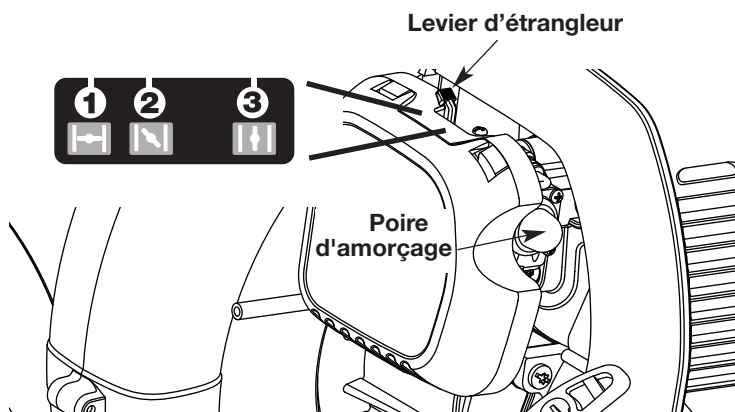
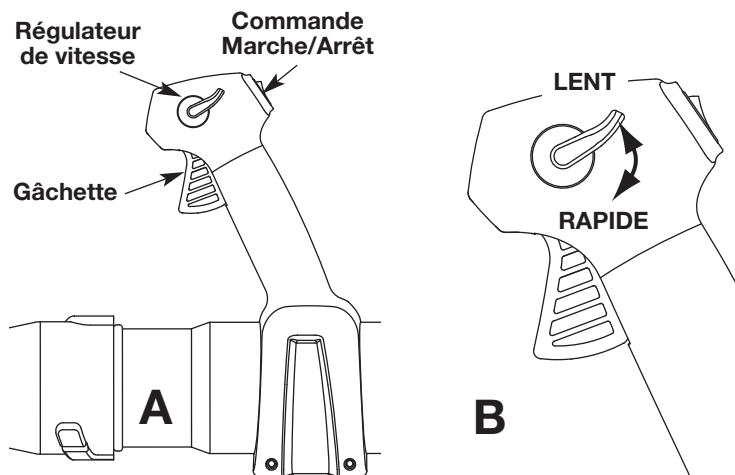
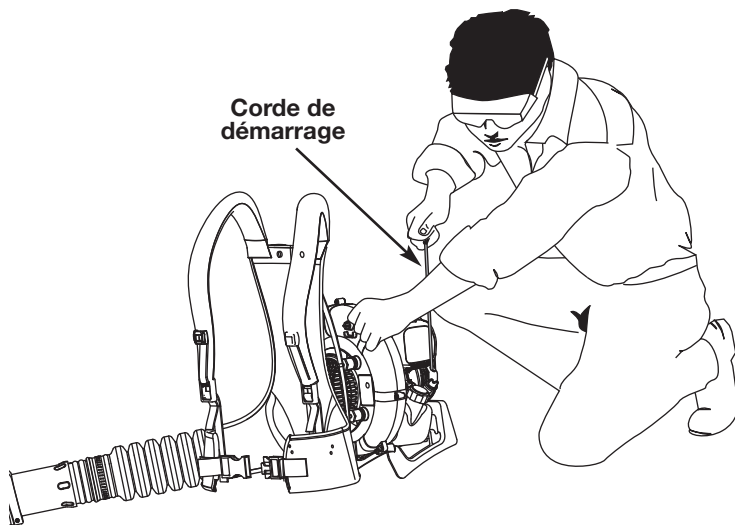

Fig. 14
Fig. 15
Fig. 16
**AVERTISSEMENT :** éviter le démarrage accidentel. Se tenir en position de démarrage pour lancer le moteur (Fig. 16). Lors du démarrage, l'opérateur et l'outil doivent être en position d'équilibre afin d'éviter le risque de blessures graves. Afin d'éviter de graves blessures et éviter d'endommager l'appareil, s'assurer que les tubes de soufflage sont bien en place avant d'utiliser l'appareil.
**REMARQUE :** Il n'est pas nécessaire de faire démarrer la machine. La commande démarrage et arrêt est en position démarrage (I) en permanence.
3. Lentement, appuyez **10 fois** de suite sur la poire d'amorce. Une certaine quantité de carburant devrait être visible dans la poire d'amorce (Fig. 14). Si l'essence n'est pas visible dans la poire d'amorce, poussez et relâchez la poire jusqu'à ce que l'essence soit visible.
4. Mettez le levier d'étranglement en **Position 1** (Fig. 14).
**REMARQUE :** L'appareil devrait être démarré au ralenti. Ne pas presser sur la gâchette jusqu'à l'étape 8 (Fig. 15, A).
5. **Ne pas presser sur la gâchette.** Placez-vous en position de démarrage (Fig. 16). Tirez sur la corde du démarreur **5 fois** dans un mouvement contrôlé.
6. Mettez le levier d'étranglement en **Position 2** (Fig. 14)
8. Pincez et maintenez la gâchette, ou appuyez sur la touche control de croisière (Fig. 15, A), et laissez le moteur se réchauffer pendant 30 à 60 secondes.
9. **Continuer à appuyer sur la gâchette.** Déplacez le levier d'étranglement en **Position 3** (Fig. 14) et laissez le moteur se réchauffer encore pendant 60 secondes. Pendant ce temps l'appareil peut être utilisé.
2. Appuyez sur la commande Marche/Arrêt et maintenez-la en position ARRÊT (O) jusqu'à ce que le moteur s'arrête complètement (Fig. 15, A).
1. Dès que le moteur a démarré et qu'il est chaud, actionnez la gâchette pour accélérer l'appareil (Fig. 15, A).
2. Pour des périodes d'utilisation plus longues et pour éviter la fatigue des doigts, poussez le régulateur de vitesse vers la position RAPIDE pour agmenter systématiquement ou maintenir la vitesse du moteur de l'appareil (Fig. 15, B). Lorsque le régulateur de vitesse est poussé, la gâchette s'enfoncera dans la poignée.
3. Pour diminuer la vitesse du moteur, déplacez le régulateur de vitesse vers la position LENT et la gâchette retournera le moteur au ralenti (Fig. 15, B).
**AVERTISSEMENT** : éviter le démarrage accidentel. Se tenir en position de démarrage pour lancer le moteur (Fig. 16). Lors du démarrage, l'opérateur et l'outil doivent être en position d'équilibre afin d'éviter le risque de blessures graves. Afin d'éviter de graves blessures et éviter d'endommager l'appareil, s'assurer que les tubes de soufflage sont bien en place avant d'utiliser l'appareil.
**REMARQUE** : Il n'est pas nécessaire de faire démarrer la machine. La commande démarrage et arrêt est en position démarrage (I) en permanence.
**REMARQUE** : L'appareil devrait être démarré au ralenti. Ne pas presser sur la gâchette jusqu'à l'étape 10 (Fig. 15, A).
5. Placez-vous en position de démarrage (Fig. 16). Insérez le démarreur électrique ou Power Start Bit™ à l'arrière de l'appareil (Fig. 32). Consultez la section « Utiliser le démarreur électrique » du manuel de l'utilisateur du démarreur électrique Electric Starter ou de l'embout de démarreur électrique Power Start Bit™.
6. **Ne pas presser sur la gâchette.** Maintenez enfoncé pendant deux secondes le bouton de démarrage électrique ou de mise en MARCHE de la perceuse (I).
7. Mettez le levier d'étranglement en **Position 2** (Fig. 14)
8. **Ne pas presser sur la gâchette.** Maintenez enfoncé pendant deux secondes le bouton de démarrage électrique ou de mise en MARCHE de la perceuse (I) jusqu'à ce que le moteur démarre.
10. Pincez et maintenez la gâchette, ou appuyez sur la touche control de croisière (Fig. 15, A), et laissez le moteur se réchauffer pendant 30 à 60 secondes.
11. **Continuer à appuyer sur la gâchette.** Déplacez le levier d'étranglement en **Position 3** (Fig. 14) et laissez le moteur se réchauffer encore pendant 60 secondes. Pendant ce temps l'appareil peut être utilisé.
**Si...** le moteur ne démarre pas après plusieurs tentatives, placez le levier d'étranglement en **Position 3** et pressez la manette des gaz. Enfoncez à plusieurs reprises pendant deux secondes le bouton de démarrage électrique ou de mise en MARCHE de la perceuse (I) jusqu'à ce que le moteur démarre.
2. Pour des périodes d'utilisation plus longues et pour éviter la fatigue des doigts, poussez le régulateur de vitesse vers la position RAPIDE pour augmenter systématiquement ou maintenir la vitesse du moteur de l'appareil (Fig. 15, B). Lorsque le régulateur de vitesse est poussé, la gâchette s'enfoncera dans la poignée.
- Utilisez le régulateur de vitesse (Fig. 15) pour maintenir cette dernière enfoncée pour en faciliter l'opération continue.